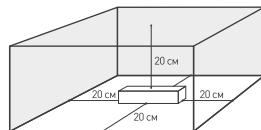

Рис. 1.
4.3. Для естественной вентиляции обеспечьте свободное пространство вокруг источника питания не менее 20 см., как изображено на рис. 1. Если это невозможно — используйте принудительную вентиляцию. В случае установки в ограниченном пространстве (например, лайтбокс или профиль) предусмотрите обеспечение требуемого температурного режима источника питания. Не допускайте работу блока питания с температурой корпуса, равной T_c , даже если температура окружающей среды в пределах допустимого, т. к. это снижает гарантийный срок в 2 раза.